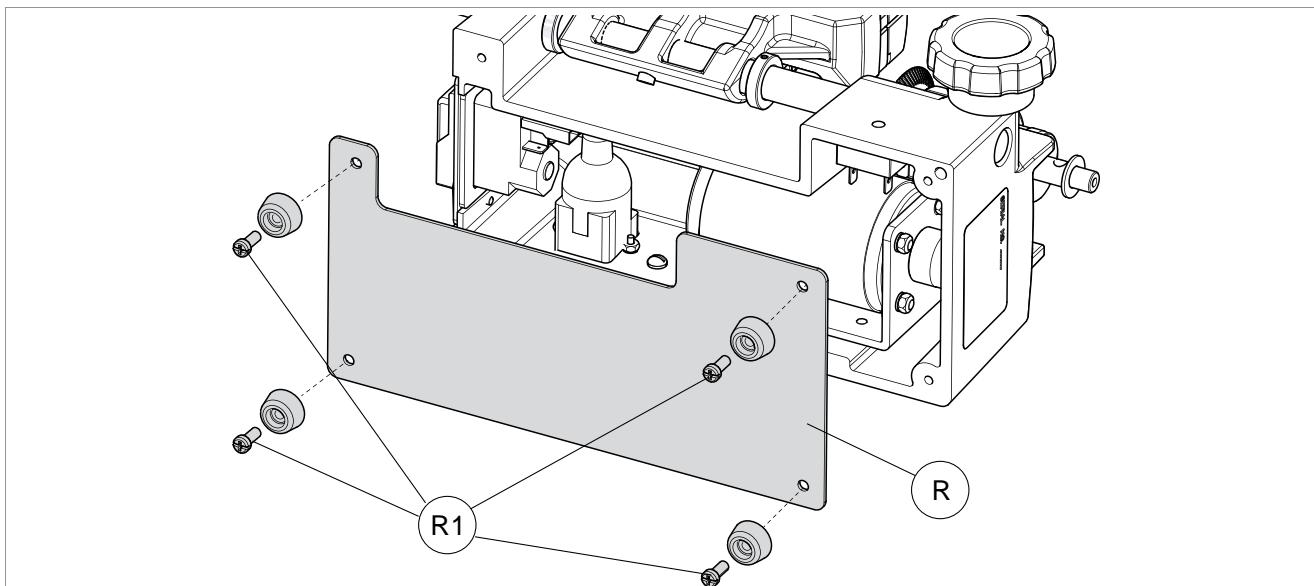

Fig. 34
- 3) Destornillar los 4 tornillos (R1) y sacar pies y la placa de fondo (R) (Fig. 34).